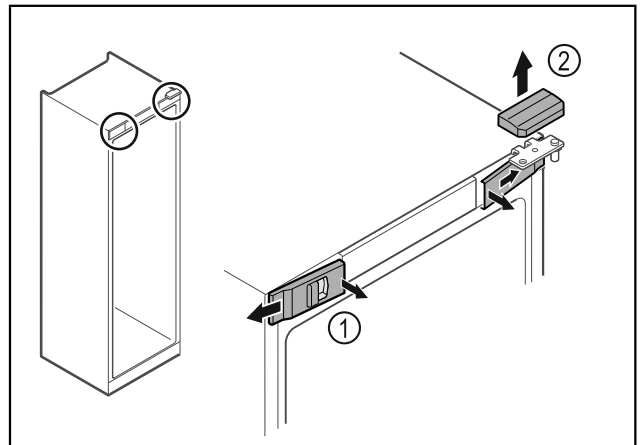

Fig. 9
- Trekk de innvendige dekslene foran Fig. 9 (1) ut av stilling, og ta dem av sidelengs.
- Trekk det øvre dekselet Fig. 9 (2) opp og av.